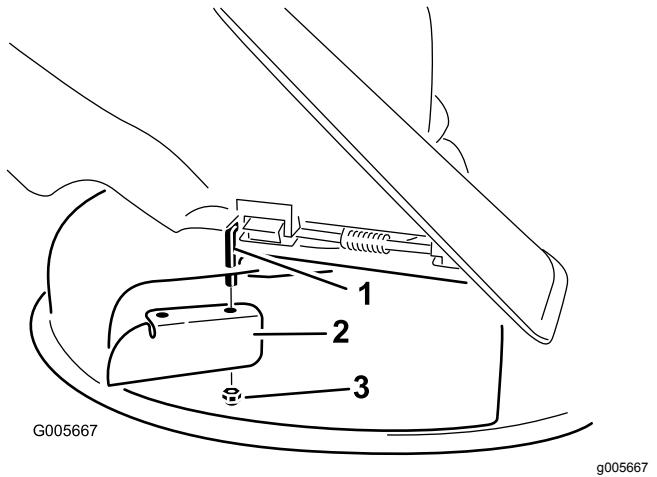

Figure 24
- Montez le déflecteur d'ouverture sur la tige de pivot exposée (Figure 24).
- Enlevez le déflecteur d'ouverture du plateau de coupe (Figure 24).